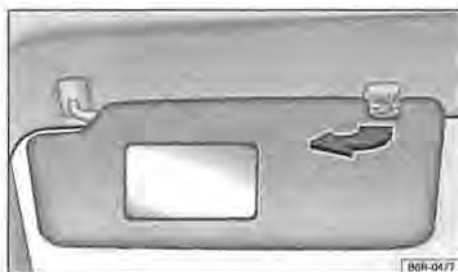

Fig. 71 Alette parasole nella parte anteriore del sottocielo
- Staccate dal supporto e spostate verso la porta → fig. 71 (freccia).